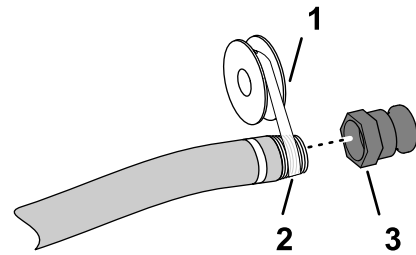

Figura 4
5. Aplique sellador de tuercas de PTFE (Figura 4) a las tuercas del acoplamiento de la manguera
6. Enrosque el acoplamiento rápido en la manguera de llenado y apriételo a mano (Figura 4).